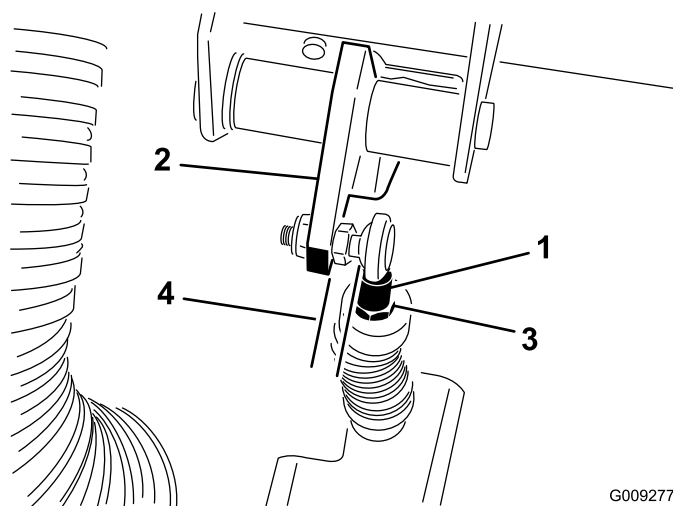

Рисунок 71
**Внимание:** Убедитесь в том, что после затяжки контргаек конец стержня располагается перпендикулярно к шарикю, а не перекошен, и остается параллельным к педали сцепления (Рисунок 71).